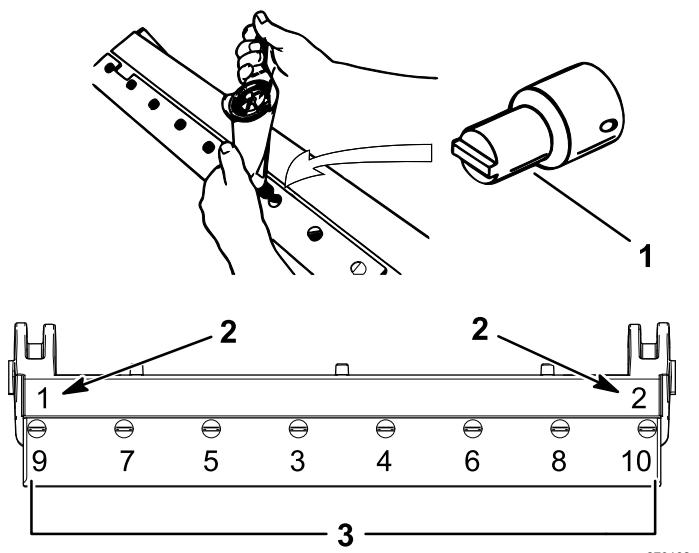

Figura 34
- Serrate le 2 viti esterne a 1 N·m; fate riferimento alla Figura 34.
- Partendo dal centro della controlama, serrate le viti a 23–28 N·m; fate riferimento alla Figura 34.